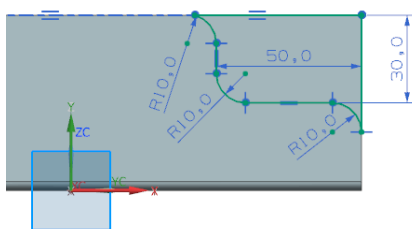

图 5-41 绘制草图
(3) 单击 **< 确定 >** 按钮，进入草图设计环境，绘制如图 5-41 所示的裁剪轮廓线。单击“完成” 图标，草图绘制完毕。